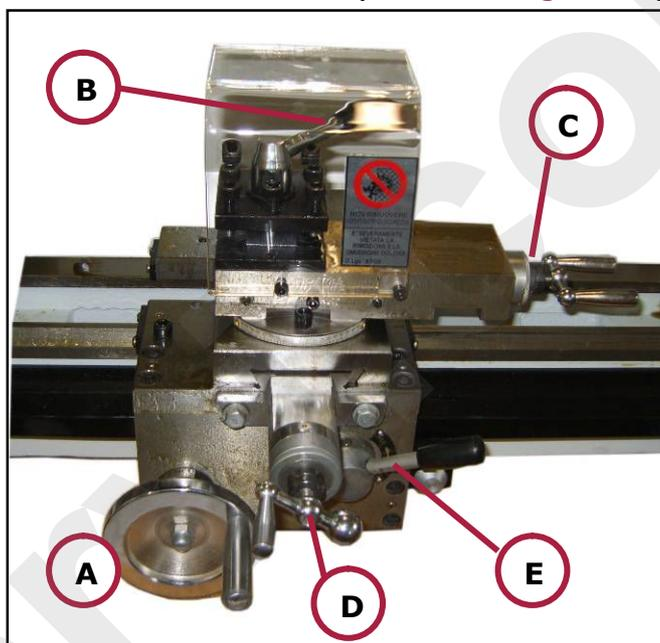

Figura 16 – Leve e volantini del carrello elevatore e della slitta porta utensile.
Sul carrello porta utensile vi sono cinque comandi manuali (leve e volantini) che ne consentono la regolazione fine e l'avanzamento (vedere la Figura 16).
5. Inserire l'utensile sulla torretta del carrello porta utensile, e fissarlo con l'apposita leva di bloccaggio (rif. b in Figura 16).
6. Regolare la posizione del carrello e delle slitte porta utensile, utilizzando le leve ed i volantini appositi (vedere la Figura 16).
11. Eseguire la lavorazione sul pezzo, avvicinando l'utensile al pezzo stesso, in rotazione, utilizzando esclusivamente i volantini che regolano il movimento fine delle slitte porta utensile (rif. c / d in Figura 16). Utilizzare, eventualmente, i comandi per gli avanzamenti automatici del carrello, per le operazioni di filettatura (vedere il paragrafo 10.1 seguente).